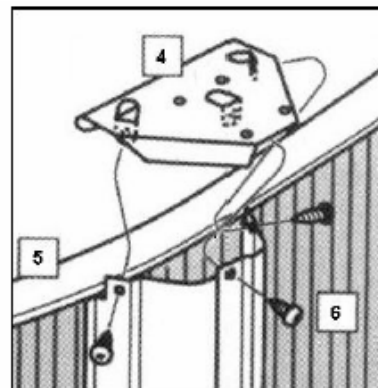

fig. 24
- c. Accrochez une plaque supérieure (Fig. 24) par dessus le rebord supérieur de la paroi de la piscine. Placez la plaque supérieure sur le sommet du montant avec les languettes à l'intérieur du poteau. Assurez-vous que le poteau soit bien vertical.
- d. Alignez les trous pour les vis et fixez en place de chaque côté (Fig 24).